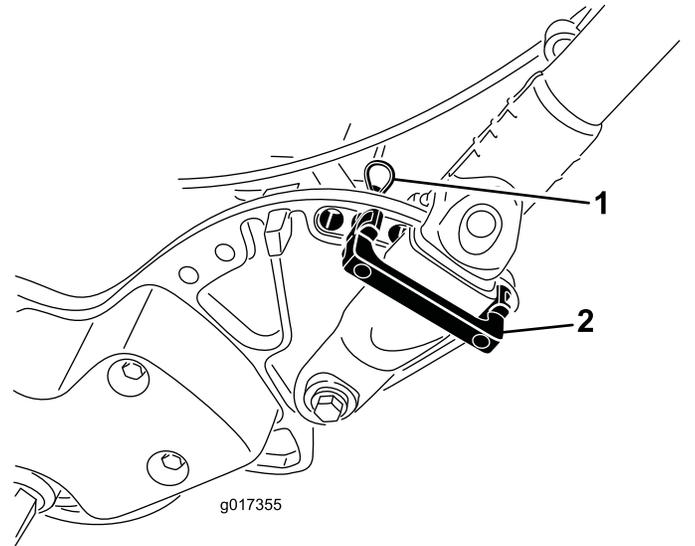

图32
1. 从机器两侧的手柄卡环上卸下发卡销 (图32)。
2. 当撑住手柄时，取下两侧的发卡销，然后将手柄旋转到所需的操作位置 (图32)。